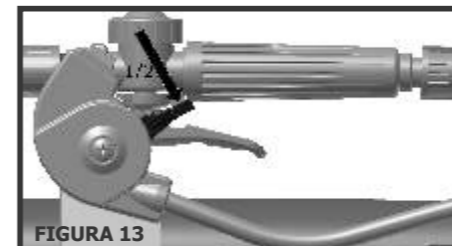

FIGURA 13
- Coloque a alavanca do acelerador na metade (1/2) do seu curso - Figura 13